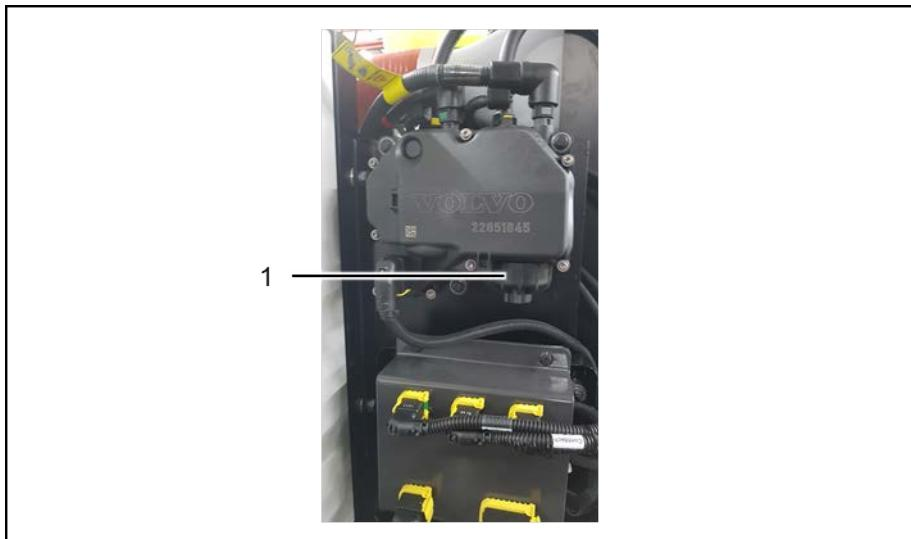

Рис. 23: фильтр AdBlue® (при наличии)
2. Открутите колпачок фильтра (Рис. 23: поз. 1).